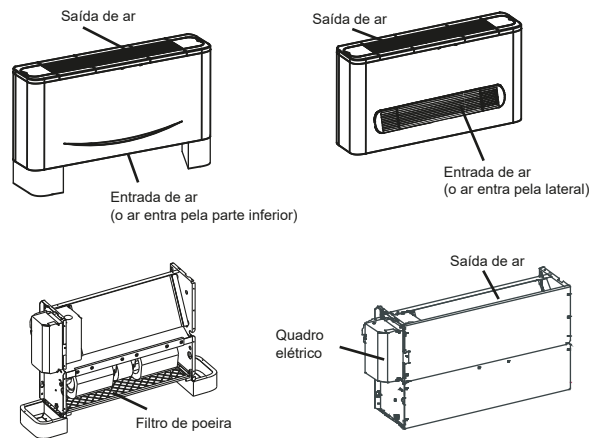

Figura 4
3. Com base no formato do recinto, determine os sentidos do fluxo de ar no local da instalação. Consulte o sentido do fluxo de ar no esquema mostrado na Figura 4